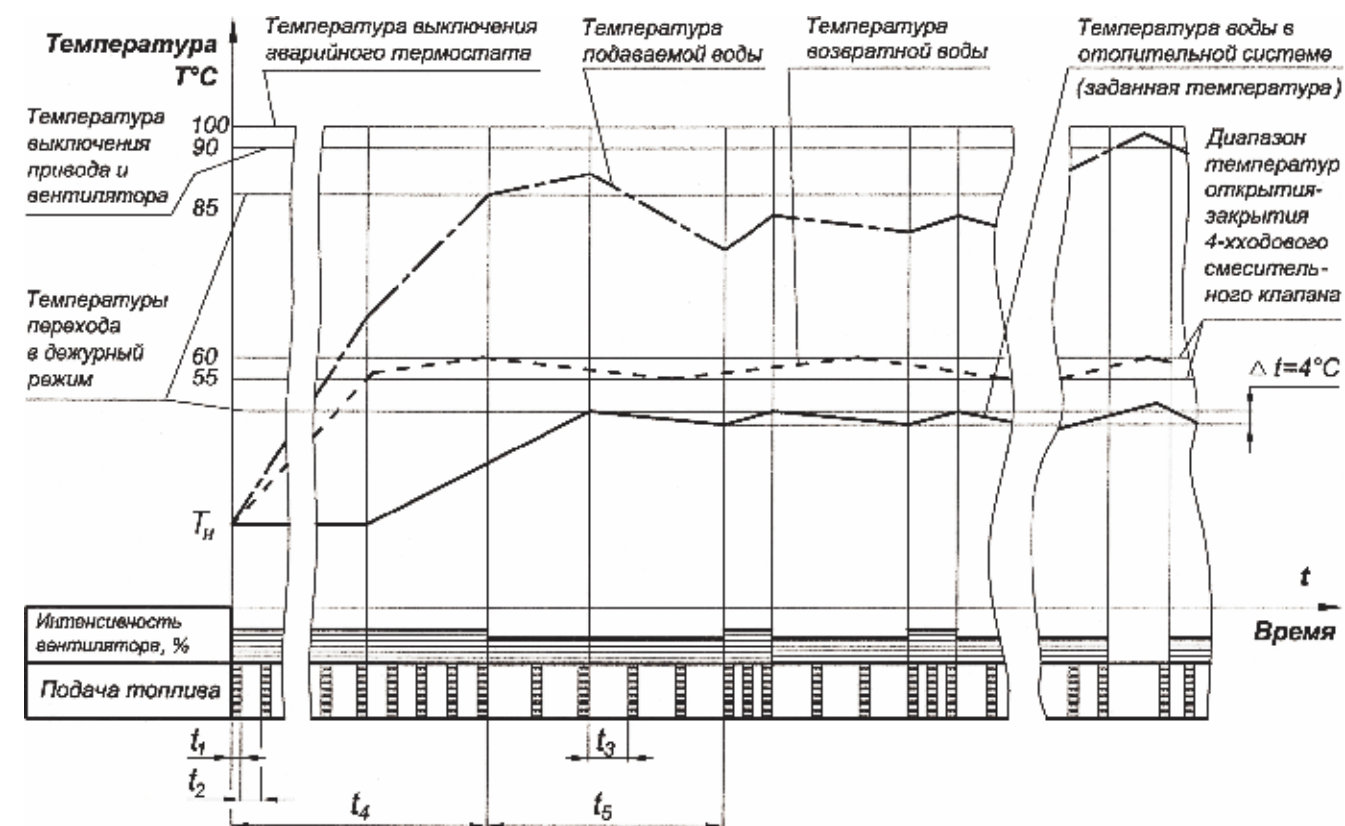

Рис. 10
В зависимости от температуры воды в отопительной системе и котле (датчик 10, рис.8), установка работает в режиме нагрева или в дежурном режиме (рис. 10).
5.3. Основные принципы работы установки в автоматическом режиме (рис. 10)
5.7.2. Скорость вращения вентилятора (Рис. 10, время t_4 и t_5)
5.7.3. Привод подачи топлива (Рис. 10, время t_1)
5.7.4. Пауза привода топлива (Рис.10 время t_2 и t_3)